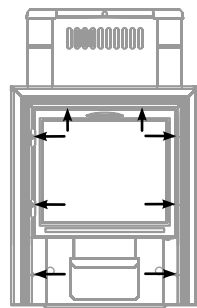

Рисунок 6. Винты для демонтажа дверки при монтаже печи «Ангара 2012 Витра»
- 1) открутить саморезы 8 шт., которыми прикрепляется дверка с рамкой к топливному каналу и снять ее; (см. рисунок 6)